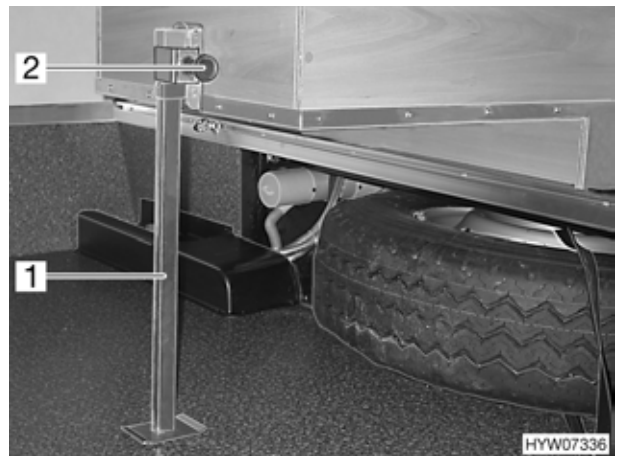

Bild 158 Stütze im Heckstauraum (B 674/B 774)
Bei den Modellen B 674 und B 774 ist im Heckstauraum eine Stütze (Bild 158,1) aus Metall eingebaut. Die Stütze muss vor dem Herausziehen des Ersatzrades nach oben geschoben werden.
- Rändelschraube (Bild 158,2) lösen.
- Stütze (Bild 158,1) nach oben schieben.